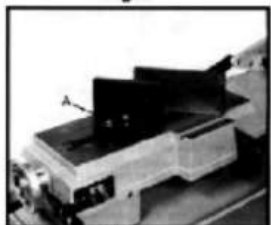

Fig.8
2. Plaats de bankschroef en installeer deze opnieuw zoals afgebeeld in Afb. 8. Let goed op Let op de locatie van het boutgat.